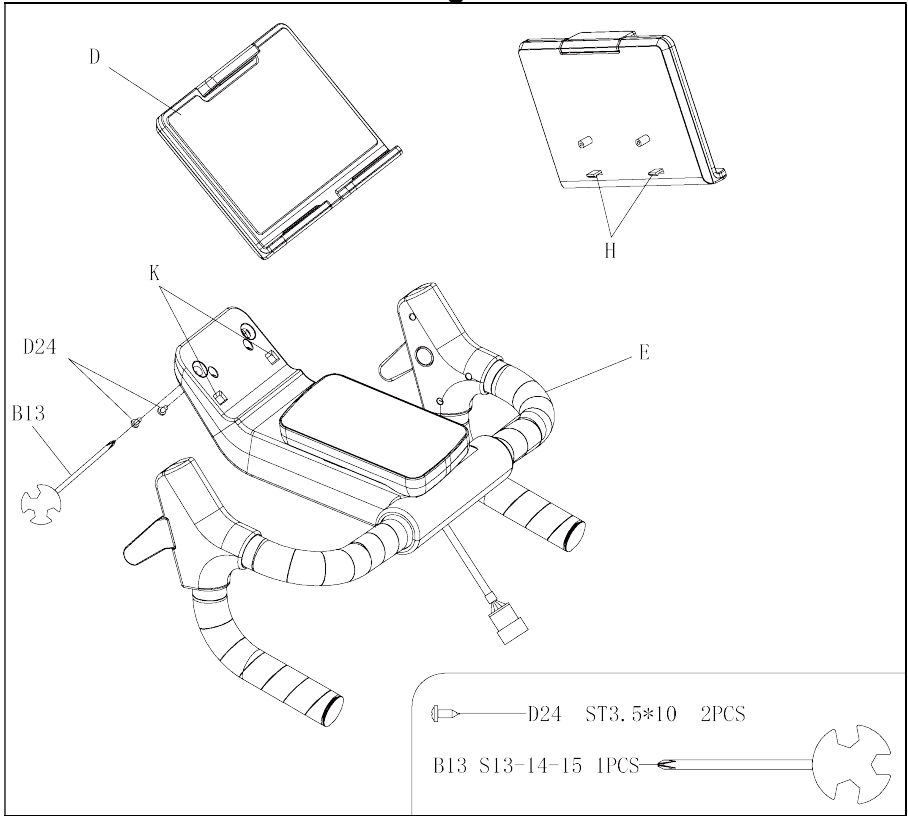

Fig.3
Conecte el cable del monitor (E08) con el cable de la tija (E09), Fig.3. Posicione el manillar (E) en la tija de manillar (A02), Fig.3, apriete con los tornillos (D23).
El pedal derecho (C43), marcado con la letra (R), se enroscará en sentido de giro agujas del reloj, en la biela derecha, marcada con la letra (R). Apriete fuertemente, Fig.3.
El pedal izquierdo (C42), marcado con la letra (L), se enroscará en el sentido contrario a las agujas del reloj, en la biela izquierda, marcada con la letra (L). Apriete fuertemente, Fig.3.